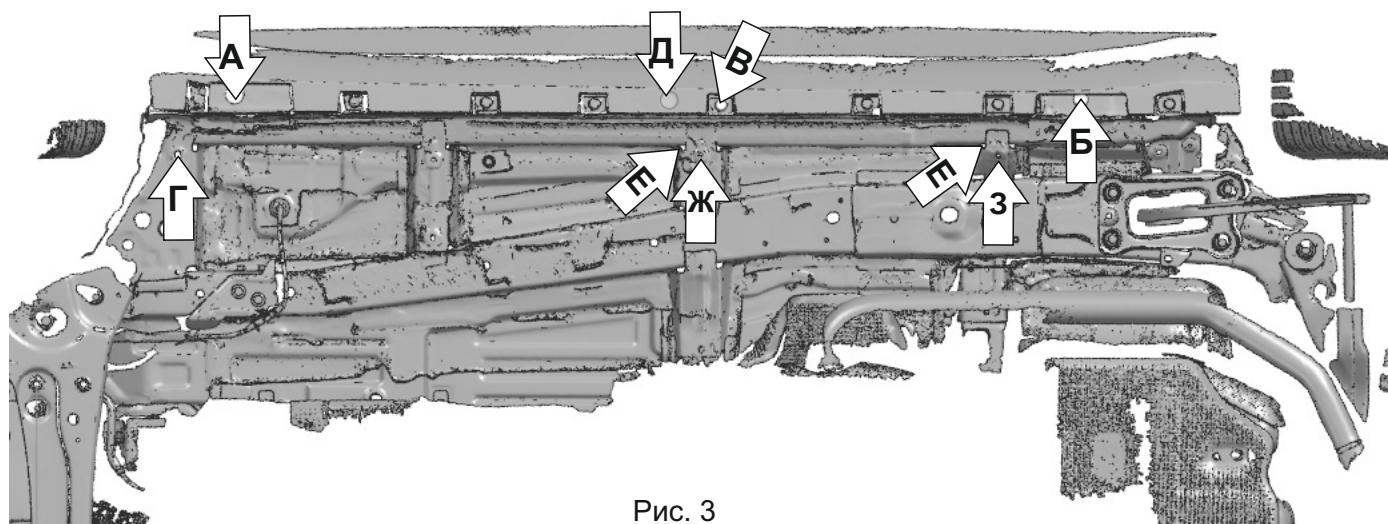

Рис. 3
2. Установить закладные М8 с усиками в отверстия (Г),(Б) (Рис. 3).
3. Извлечь резиновую заглушку из отверстия (Д) под пластиковой накладкой. Завести через отверстие (Д) закладную М8 с длинной проволокой и установить над отверстием (В) (Рис. 3).
4. Завести через отверстия (Е) закладные М8 с проволокой и установить их над отверстиями (Ж),(З) (Рис. 3).